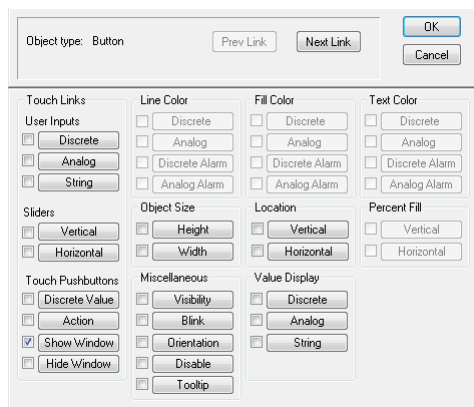

Рисунок 26
**19** В окне **Animation Links** (рисунок 26) выберите опцию **Show Windows**, щелкнув по соответствующей кнопке Show Windows левой клавишей мыши, на экране появится окно представленное на рисунке 27